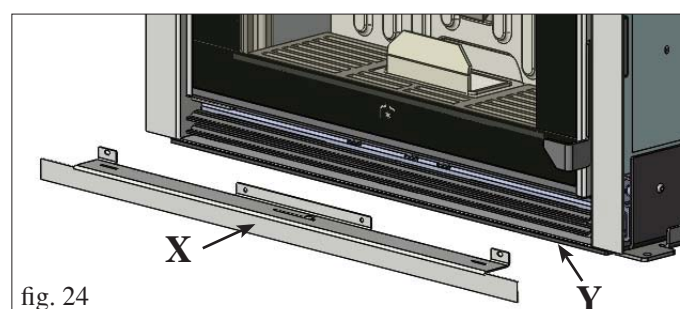

fig. 24
Après avoir enlevé la grille inférieure, on peut monter sur la base inférieure de la structure le profil métallique de finition « angulaire » (X - pour les revêtements à « cadre » ou avec plaque de plâtre) à la place du profil métallique plat (Y) déjà monté (voir fig. 24).